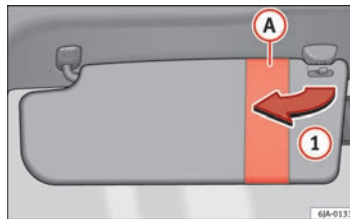
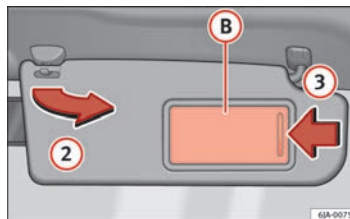

Abb. 64 Sonnenblende für den Fahrer
Abb. 65 Sonnenblende für den Beifahrer ▶
Die Sonnenblenden für den Fahrer und Beifahrer können aus der Halterung in der Fahrzeugmitte herausgezogen und in Pfeilrichtung ① → Abb. 64 bzw. ② → Abb. 65 zu den Türen geschwenkt werden.
Die Sonnenblende für den Beifahrer ist mit einem Make-Up-Spiegel ② mit Abdeckung ausgestattet. Schieben Sie die Abdeckung zum Öffnen in Pfeilrichtung ③ → Abb. 65.